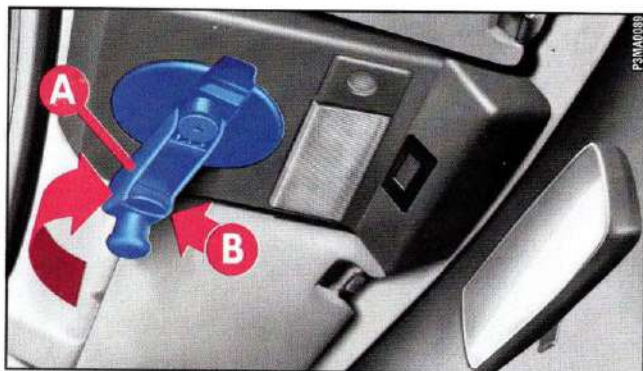

fig. 26
– estrarre la leva di comando **A**-fig. 26 e ruotarla in senso orario.